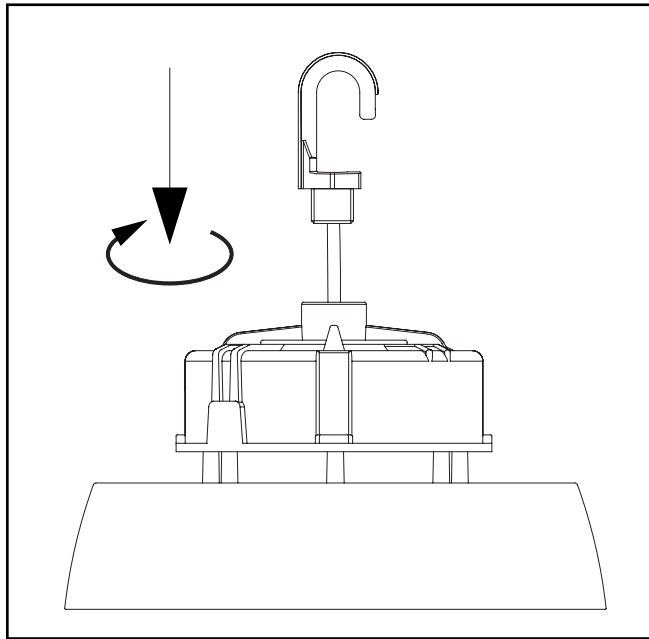

Figure 1.
1. Fermez le crochet (Figure 1).